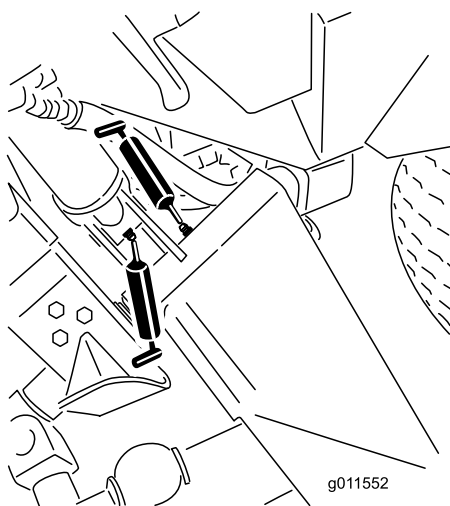
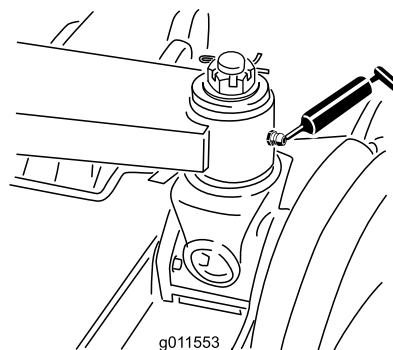

Рисунок 85
Рисунок 86
- Втулки главных подъемных рычагов (6 шт.) (Рисунок 85и Рисунок 86)